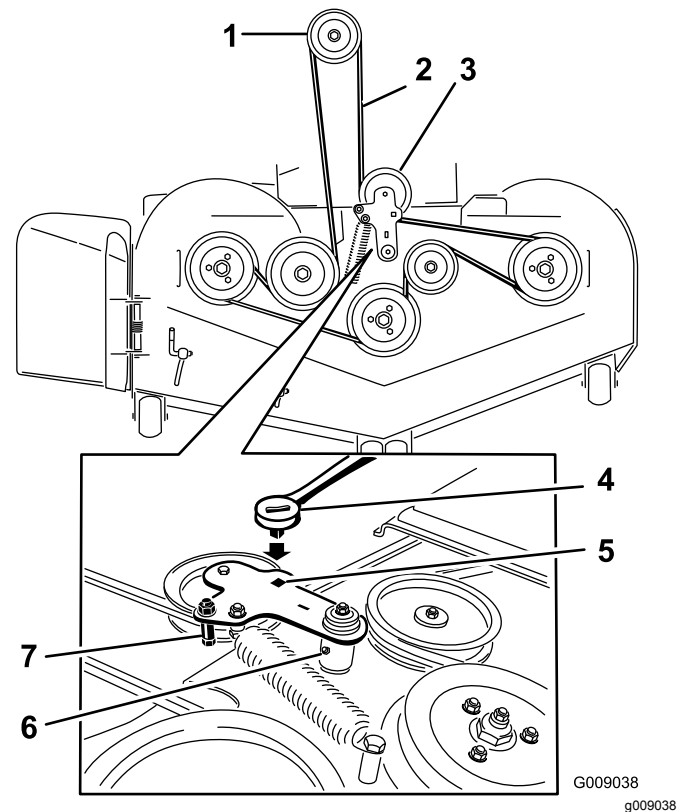
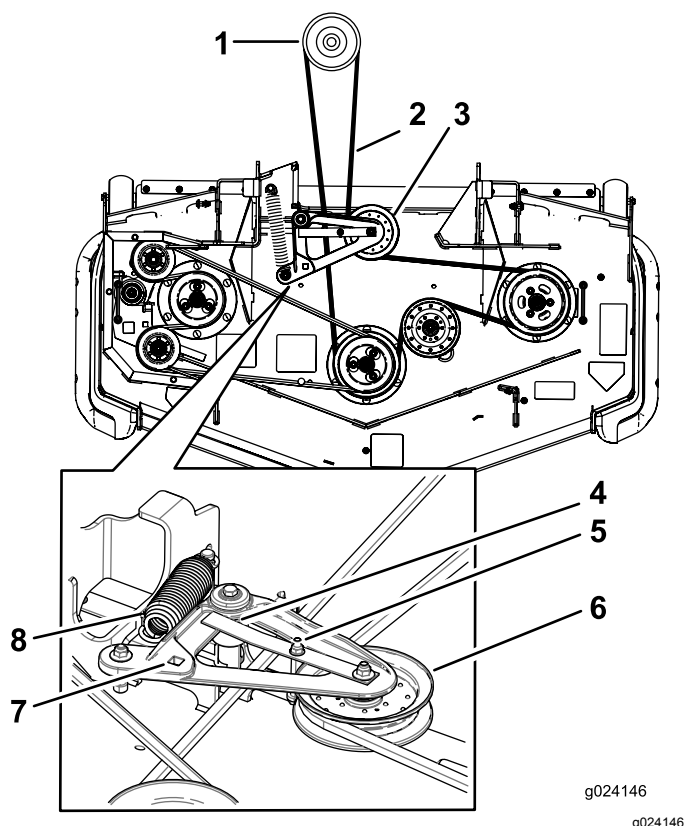

Figura 118
Figura 119
5. Levante la chapa de suelo e introduzca una llave dinamométrica en el taladro cuadrado del brazo tensor de la carcasa (Figura 118 o Figura 119).
6. Gire el brazo tensor de la carcasa en sentido horario, levante la pestaña de la guía de la correa (máquinas de descarga trasera solamente), y retire la correa del cortacésped (Figura 118 o Figura 119).